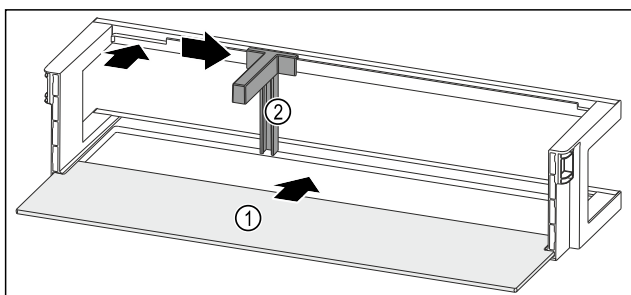

Fig. 96 Polica u vratima s policom za odlaganje
- ▶ Policu za odlaganje Fig. 96 (1) gurnite u bočne otvore.
- ▶ Držać za boce Fig. 96 (2) umetnite u otvor.
- ▶ Držać za boce Fig. 96 (2) pogurnite u željeni položaj na stranu.